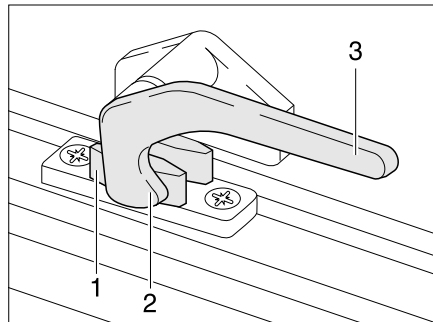

Bild 36 Verriegelungshebel in Stellung "geschlossen"
- Den Verriegelungshebel (Bild 36,3) eine viertel Umdrehung zur Fenstermitte hin drehen.
- Den Verriegelungshebel (Bild 36,3) eine viertel Umdrehung zum Fensterahmen hin drehen. Die Verriegelungsnase (Bild 36,2) liegt auf der Innenseite der Fensterverriegelung (Bild 36,1).
- in Stellung "fest verschlossen" (Bild 36).